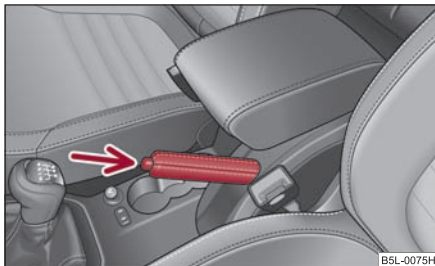

Fig. 146 Consola centrală:
- Acționați maneta puțin în sus **și în același timp** apăsați butonul de blocare ⇒ fig. 146.